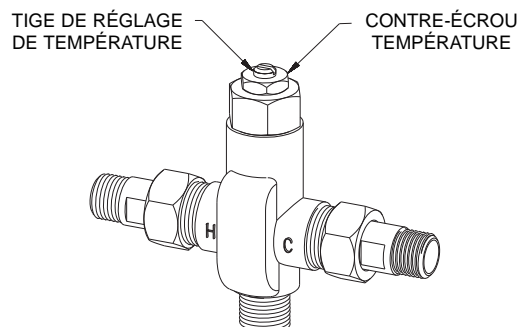

Figure 13
- À L'AIDE D'UN TOURNEVIS À LAME, FAIRE TOURNER LA TIGE DE RÉGLAGE DANS LE SENS CONTRAIRE DES AIGUILLES D'UNE MONTRE POUR AUGMENTER LA TEMPÉRATURE OU DANS LE SENS DES AIGUILLES D'UNE MONTRE POUR DIMINUER LA TEMPÉRATURE (FIGURE 13).